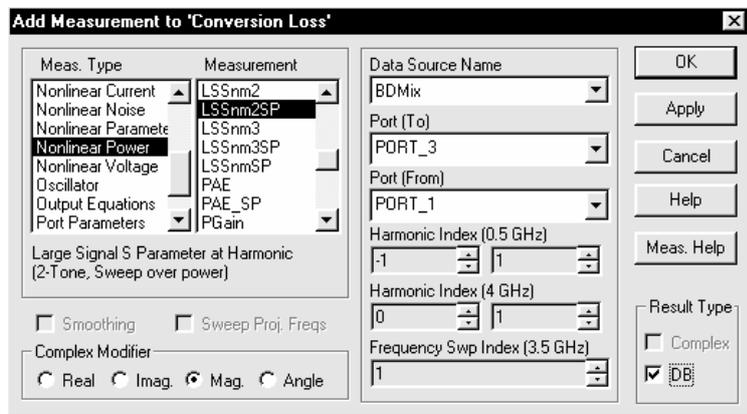

Рис. 3.38
3. В окне списка **Meas. Type** отметьте **Nonlinear Power**, в окне списка **Measurement** отметьте **LSSnm2SP**, в поле ввода **Data Source Name** введите **BDMix**, в поле ввода **Port (To)** введите **PORT_3**, в поле ввода **Port (From)** введите **PORT_1**, в верхних полях **Harmonic Index** введите **-1** и **1**, в нижних полях **Harmonic Index** введите **0** и **1**, щёлкая по стрелкам справа от этих полей, в поле ввода **Frequency Swp Index (3.5 GHz)** введите **1**, щёлкните левой кнопкой мышки по переключателям **DB** и **Mag**, нажмите **Apply** (Рис.3.38).